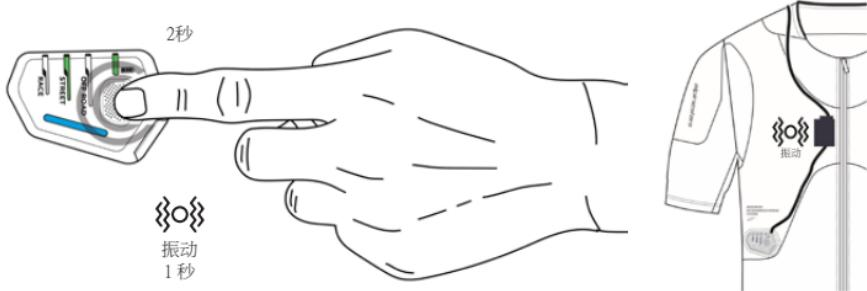

图 10：按住显示按钮 (3a) 2 秒可切换骑行模式。
如前所述，系统提供三种骑行模式：街道 (Street) 模式、赛道 (Race) 模式和越野 (Off-Road) 模式。系统正确启动后，用户可通过按住显示按钮 (3a) 2 秒钟在三种骑行模式之间进行轻松切换（图 10）。骑行模式 LED (3c) 上会出现一个持续亮起的绿色 LED 指示灯，表明系统当前运行的骑行模式。在激活拉链 (2) 附近，您还会感觉到一次短暂的振动（约 1 秒），表明骑行模式的更改。